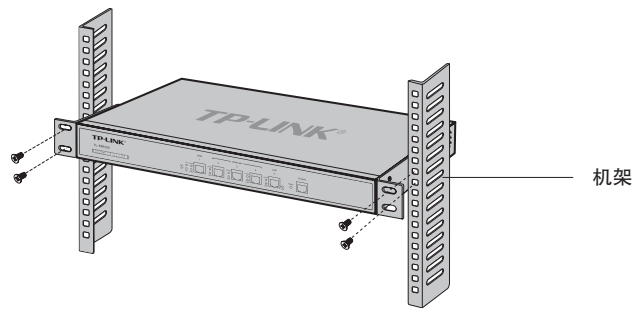

图2-3 机架安装示意图
4. 用螺钉将L型支架固定在机架两端固定的导槽上，确保路由器稳定、水平地安装在机架上，如图2-3所示。